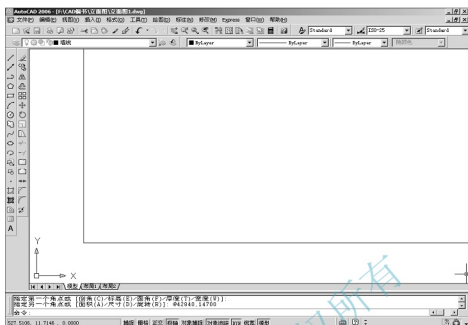

图 4.2 执行【范围缩放】命令前的视图
(1) 设置【墙线】图层为当前层。
(2) 单击【绘图】工具栏上的【矩形】图标, 启动【矩形】命令。
① 在指定第一个角点或【倒角(C)/标高(E)/圆角(F)/厚度(T)/宽度(W)]: 提示下, 在屏幕的左下角单击任意一点作为矩形的第一个角点。
② 在指定另一个角点或【面积(A)/尺寸(D)/旋转(R)]: 提示下, 输入“@42840, 14700”后按 Enter 键结束命令。42840mm 是外墙皮到外墙皮的尺寸, 14700mm 是室外地坪到檐口的距离。
③ 由于新建图形距眼睛比较近, 所以只能看到图形的局部, 如图 4.2 所示。下面利用【范围缩放】命令将其推远, 输入“Z”后按 Enter 键, 再输入“E”后按 Enter 键。